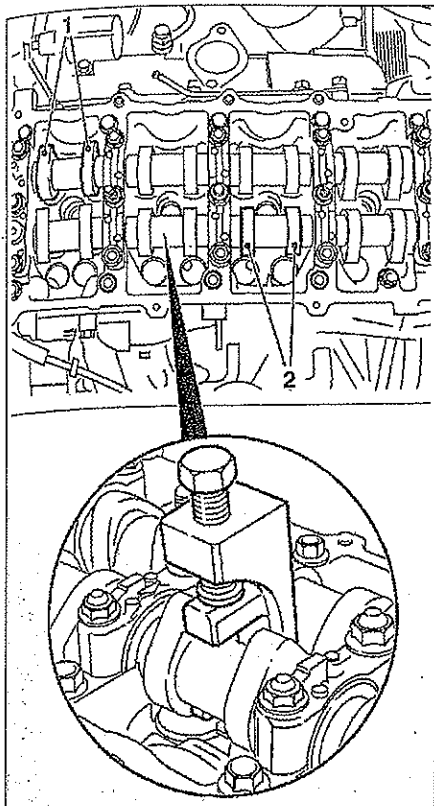

FIG. 14
- Girar el cigüeñal en el sentido de rotación del motor hasta que ambas levas (1) y (2) estén arriba (fig. 14).
- Con el útil Opel KM-6090 (fig. 14), comprimir el empujador hasta poder separar la pastilla de reglaje haciendo palanca con un pequeño destornillador.